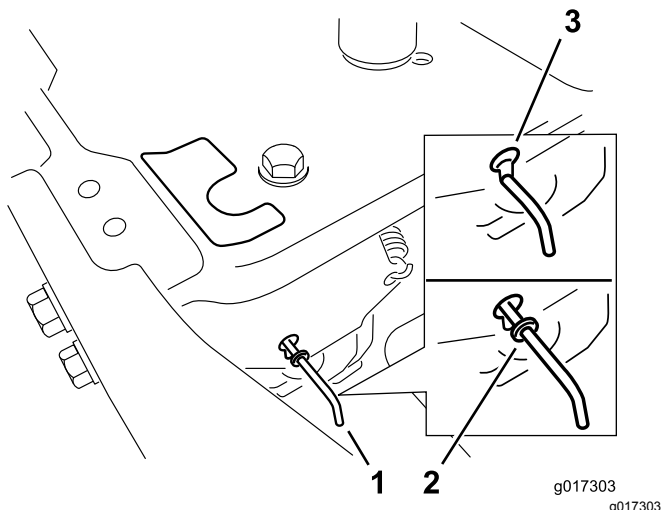

Figure 18
4. Déplacez les leviers de dérivation en avant dans l'encoche en trou de serrure, puis vers le bas pour les verrouiller en position (Figure 18).
Déplacez les leviers de dérivation en arrière dans l'encoche en trou de serrure, puis vers le bas pour les verrouiller en position, comme montré à la Figure 18.